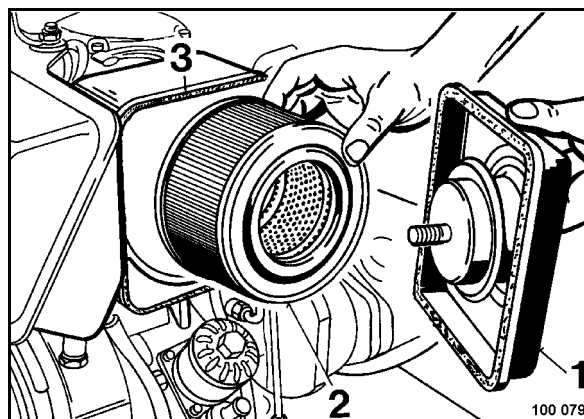

Рис. 69
- Вставить воздушный фильтр (2) (Рис. 69).
- Проверить уплотняющую поверхность (3) на корпусе.